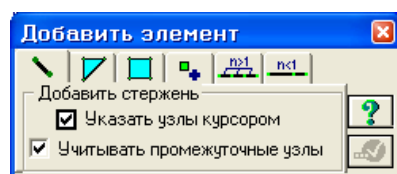

Рис.10.7. Диалоговое окно **Добавить элемент**
- С помощью меню **Схема ⇒ Корректировка ⇒ Добавить элемент** (кнопка  на панели инструментов) вызовите на экран диалоговое окно **Добавить элемент** (рис.10.7).